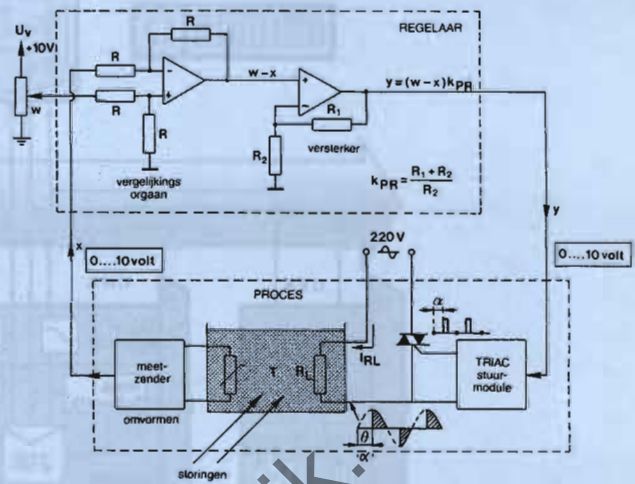

Fig. 2.20
1. Gegeven de elektronisch gestuurde temperatuurregeling van fig. 2.20